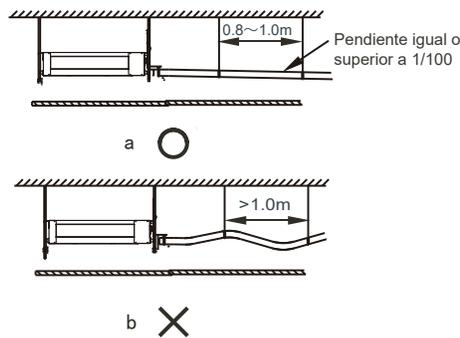

Figura 16
4. Con el fin de evitar el flujo de agua hacia el interior del aire acondicionado cuando la operación se detenga, la tubería de descarga de agua debe inclinarse hacia abajo y hacia el exterior (lado de drenaje) en una pendiente de más de 1/100. Asegúrese de que la tubería de descarga de agua no se hinche ni almacene agua; de lo contrario, causará ruidos extraños. Vea la Figura 16.
5. Cuando conecte la tubería de descarga de agua, no utilice la fuerza para tirar de las tuberías para evitar que las conexiones de las tuberías de succión de agua se aflojen. Al mismo tiempo, establezca un punto de soporte cada 0,8~1 m para evitar que las tuberías de descarga de agua se doblen. Vea la Figura 16.